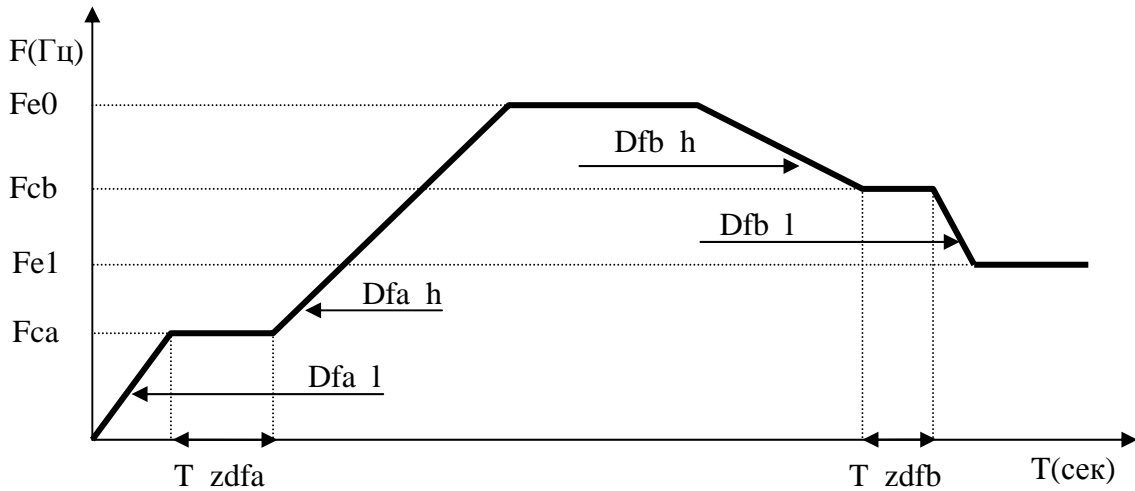

Рис. 4. Диаграмма работы БУАД-7-10 в одном из направлений вращения.
- **1** – частота изменяется до величины F_e по стандартной диаграмме (рис. 4, 5, 6), выходное напряжение остается постоянным: $PWM=PWM0$. С помощью данного тестового режима удобно снимать характеристику $M=f(Fp, PWM=const)$, т.е. момент двигателя как функцию от частоты при постоянном выходном напряжении.
- **2** – частота изменяется до величины F_e по стандартной диаграмме (рис. 4, 5, 6), выходное напряжение при этом остается постоянным: $PWM=PWM0$, затем выходное напряжение начинает постепенно расти до значения $PWM=PWM1$ или до возникновения ошибки по току, при этом на индикаторе отображается PWM . Происходит приращение PWM на dw_test каждые 50мс. С помощью данного тестового режима удобно снимать кривую максимального выходного относительного напряжения, при котором отсутствуют еще ошибки по току, в зависимости от фазной частоты $PWM=f(Fp)$.